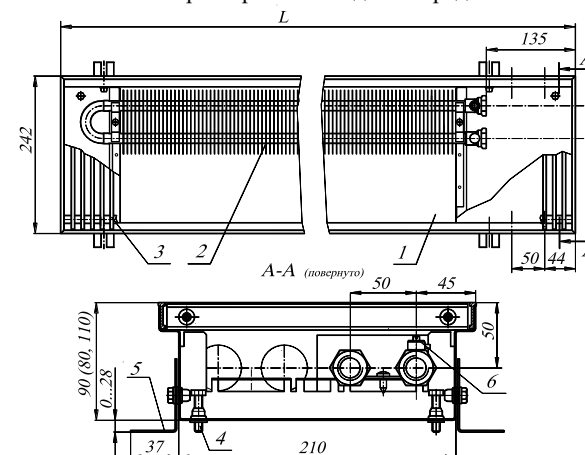

Рис. 1 Конвектор КРК 24.08(09,11).60...310 - П
4.1. Конвектор состоит из следующих основных элементов (см. рис.1):